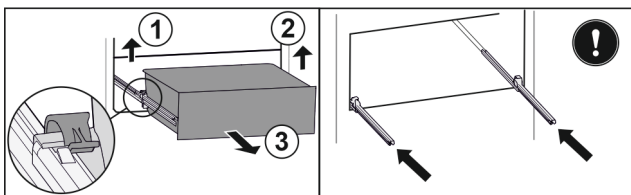

Fig. 104
- ▶ Dvignite levo spojko in hkrati povlecite predal levo naprej. Fig. 104 (1)
- ▶ Dvignite desno spojko in hkrati povlecite predal desno naprej. Fig. 104 (2)
- ▶ Predal vzemite ven v smeri naprej. Fig. 104 (3)